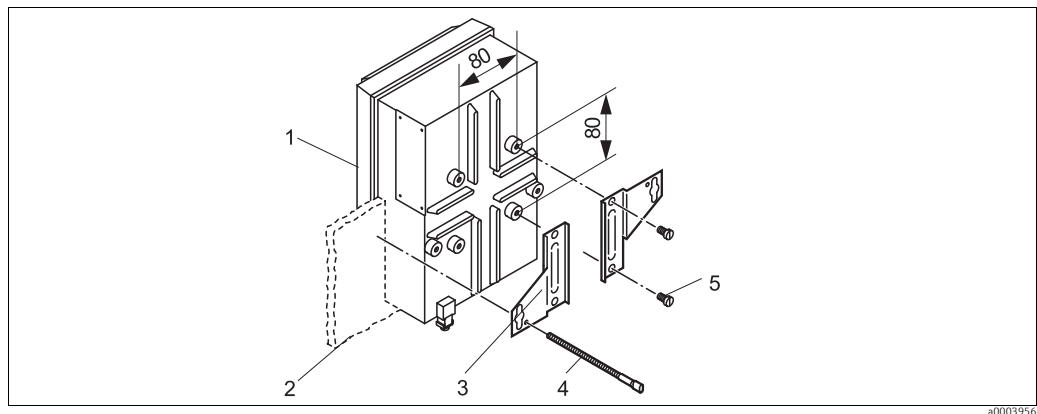

Abb. 9: Schalttafeleinbau
3. Befestigen Sie die Halterungsplatten (Pos. 3) mittels der Befestigungsschrauben (Pos. 5) gemäß Abb. 9 auf dem Gehäuseunterteil des Messumformers.